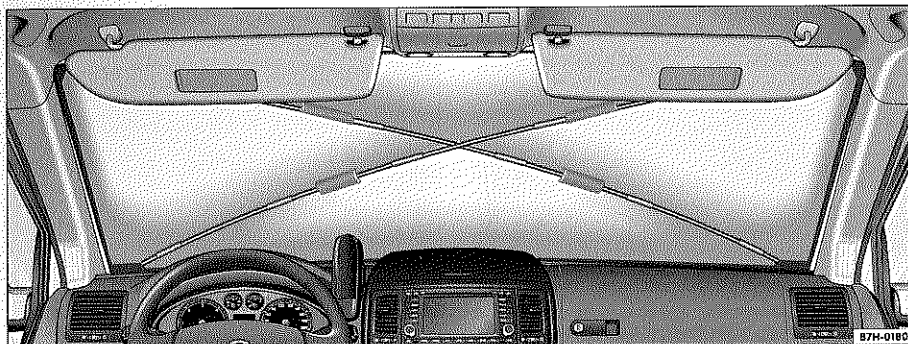

Fig. 39 Parabrisas: cubreventanas montado
- Proceda de igual modo en el lado derecho ⇒ fig. 39.